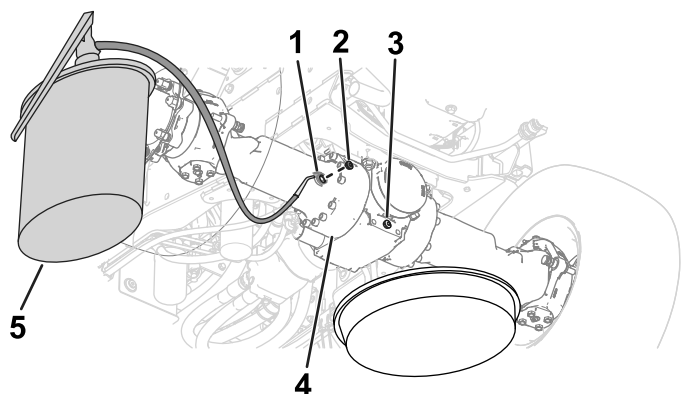
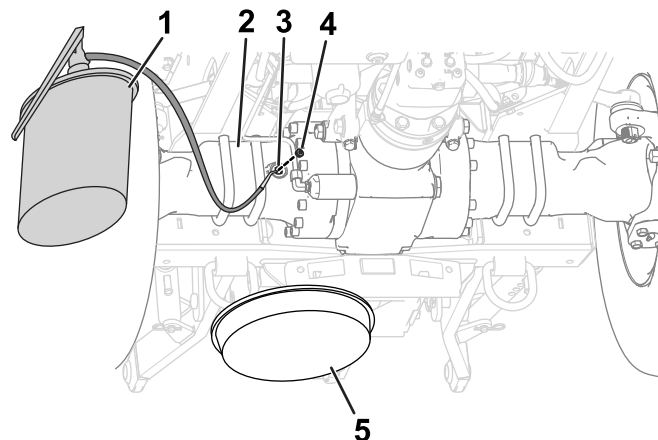

Figure 101
Figure 102
5. Insérez les bouchons de vidange dans les orifices de vidange des carters de différentiels (Figure 101 et Figure 102).
6. Versez l'huile spécifiée dans les ponts par l'orifice de contrôle, jusqu'à ce que le niveau atteigne les filets au bas de l'orifice (Figure 101 et Figure 102).
8. Insérez les bouchons de remplissage dans les orifices de contrôle des carters de différentiels des ponts (Figure 101 et Figure 102).